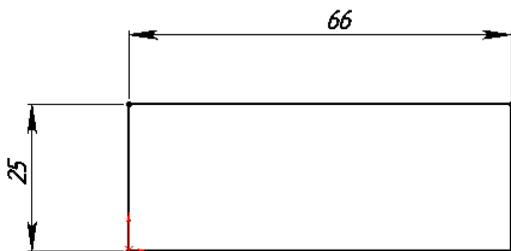

Рис. 4.32
1. Откроем новую деталь, войдем в эскиз и нарисуем контур основания перегородки. Основание имеет вид прямоугольника размером 66×25 мм (рис. 4.32).